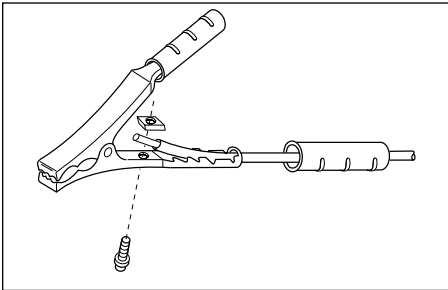

Figura 3 - Ensamblaje de la Abrazadera de Trabajo
2. Inserte el cordón (marcado "trabajo" en el panel delantero de la soldadora) a través del mango de la abrazadera y deslice el alambre desnudo debajo del bloque de la abrazadera. Apriete el perno hexagonal asegurándose que el alambre desnudo quede firmemente sujeto (Figura 3).